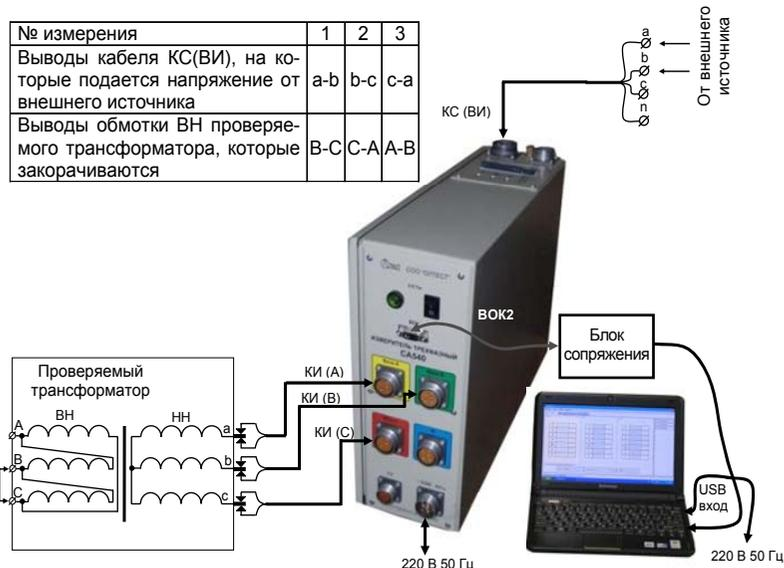

Рисунок 7.11
1) Собрать измерительную схему при управлении Измерителя от ПК (рисунок 7.11). На рисунке 7.11 показана схема при использовании внешнего источника питания для трансформатора с обмоткой НН Y (для обмотки Z – аналогично).